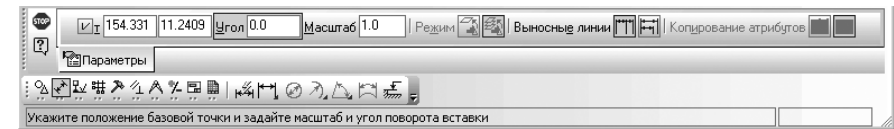

Рис. 4.93. Панель свойств: Вставка из буфера. Компактная панель и Строка сообщений
- щелкните на панели инструментов **Стандартная** по кнопке – Вставить или нажмите комбинацию клавиш **Shift+Ins**. Появится **Панель свойств: Вставка из буфера** (рис. 4.93). В строке сообщений появится подсказка: **Укажите положение базовой точки и задайте масштаб и угол поворота вставки**;
- щелкните на панели инструментов **Стандартная** по кнопке – **Вставить** или нажмите комбинацию клавиш **Shift+Ins**. Появится **Панель свойств: Вставка из буфера** (см. рис. 4.93);